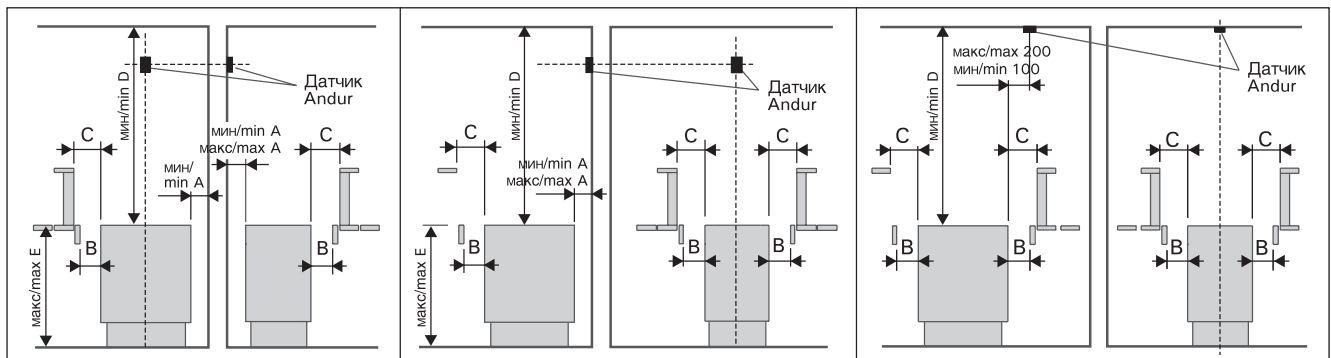

Рис. 3. Безопасные расстояния каменки. Вним! Если значение E больше E макс., то И мин. = C мин.
- При расположении каменки выполняются условия минимальных расстояний, изображенных на рис. 3 и указанных в таблице 1.
Перед установкой необходимо принять во внимание минимальные расстояния до легковозгораемых материалов. См. табл. 1 и рис. 3.